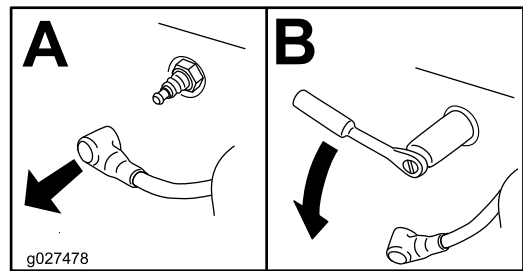

Figura 41
- Retire la bujía (Figura 41).